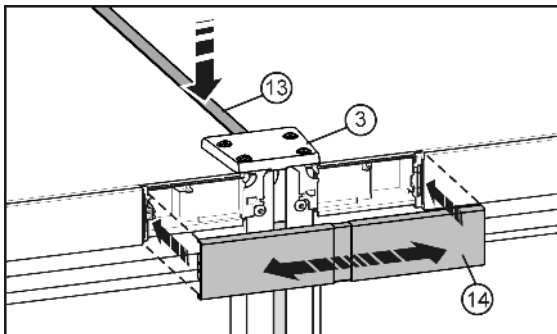

Fig. 10
- ▶ 在表面，将短护板条 Fig. 10 (13)压入缝隙中。护板条必须与前边缘上连接架 Fig. 10 (3)平整连接。
- ▶ 将盖板 Fig. 10 (14)卡紧在两块操作板中间空位处。注意，盖板外侧必须与操作板平整连接。因此，盖板可拉出。